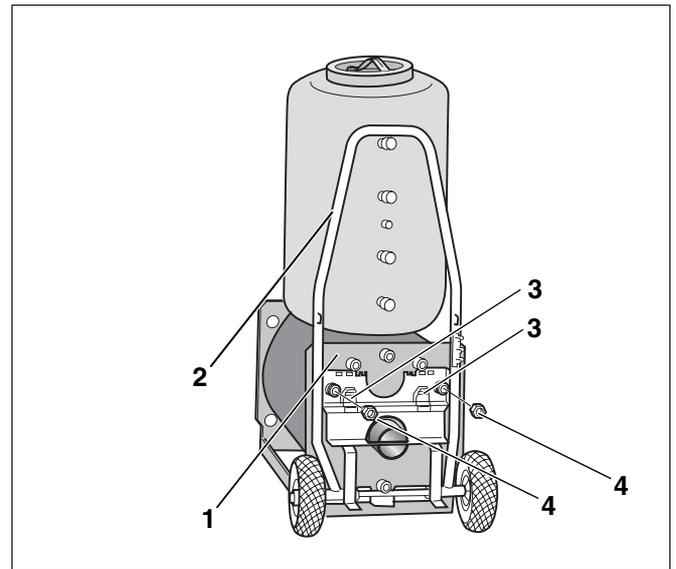

Abb. 6 Heizkessel am Kesselkuli sichern
- Stellen Sie den Kesselkuli (Abb. 6, **Pos. 2**) an die Rückseite des Heizkessels (Abb. 6, **Pos. 1**).
Die Befestigungsmuttern (Abb. 6, **Pos. 4**) befinden sich in den Laschen (Abb. 6, **Pos. 3**).
- Sichern Sie den Kesselkuli (Abb. 6, **Pos. 2**) mit zwei Befestigungsmuttern (Abb. 6, **Pos. 4**) an der Rückseite des Heizkessels (Abb. 6, **Pos. 1**).